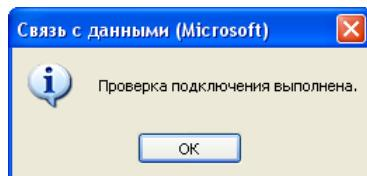

Рис. 7.5—5. Успешная проверка подключения к базе данных
5.3.6. Для завершения подключения внешней базы данных Oracle нажать «OK» (см. Рис. 7.5—4, 6).